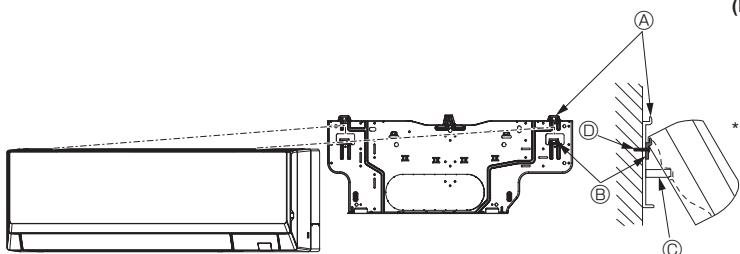

Fig. 3-12
- Si l'appareil intérieur ne peut être suspendu et soulevé à l'aide du crochet classique (la dimension de 2.1. ④ (espacement entre le plafond et l'appareil) est de 75 mm, 2-61/64 pouces ou moins), suspendez l'appareil sur le crochet inférieur du tuyau gauche. (Fig. 3-12)
(Fig. 3-12)